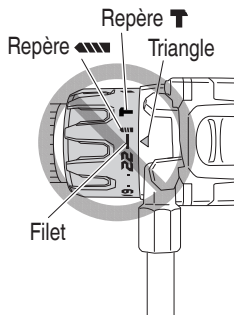

Fig. 19
- Ne pas utiliser avec le sélecteur de débrayage sur le nombre "22" et le trait au milieu du repère de perçage. Cela pourrait provoquer des dommages. (Voir Fig. 19)